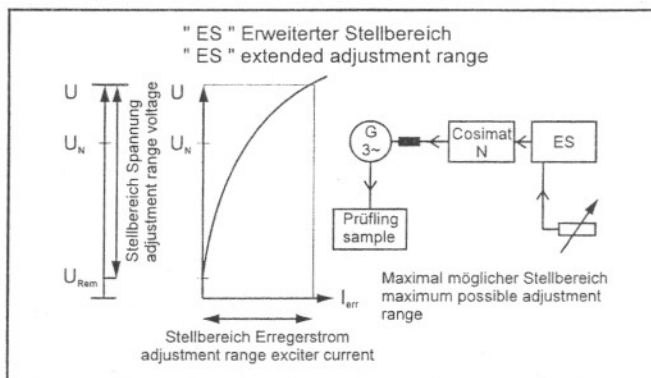

Рис.17 – Дополнительный блок ES
**(Рис.17 Дополнительный блок ES)**